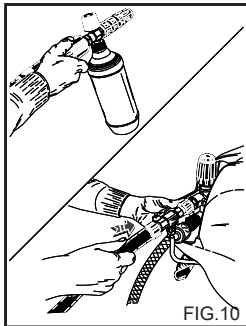

FIG.10
APLICACIÓN DEL JUEGO DE ASPIRACIÓN DETERGENTE (accesorio opcional) (Fig. 10).
2) Quite la prolongación de la empuñadura e introduzca la lanza doble o la lanza con boquilla regulable, accione la hidrolimpiadora, active el mando de aspiración del detergente presente en la lanza (fig. 10 - 12) y recubra la superficie a lavar con un movimiento de abajo hacia arriba. Deje actuar durante unos minutos.